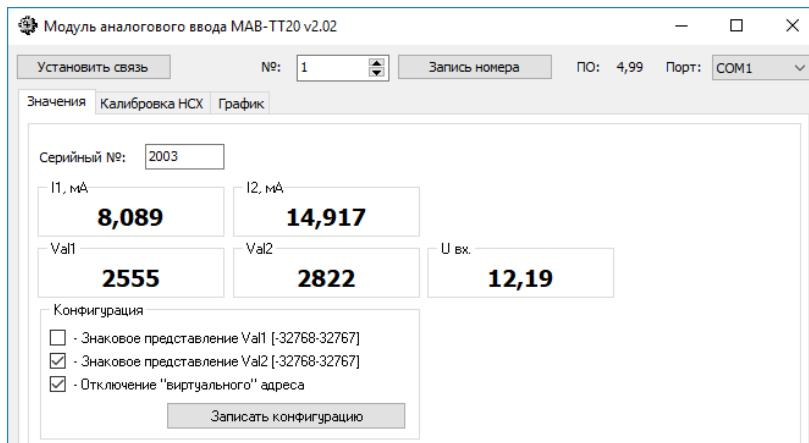

Рис.7. Окно программы MAV-T20.2 после установления связи с модулем.
Если номер COM-порта установлен правильно и к компьютеру подключен модуль с сетевым номером 1, окно программы MAV-T20_Setup примет вид, показанный на рис.7.
- от 0 до 65535, если в разделе «**Конфигурация**» (см. рис.7) не установлена галочка в окошке «**Знаковое представление Val1 или Val2**»;
Если номер СОМ-порта и сетевой номер модуля установлены правильно, окно программы примет вид, показанный на рис.7. Измеренные значения тока на входах модуля выводятся в окнах «I1, мА» и «I2, мА».